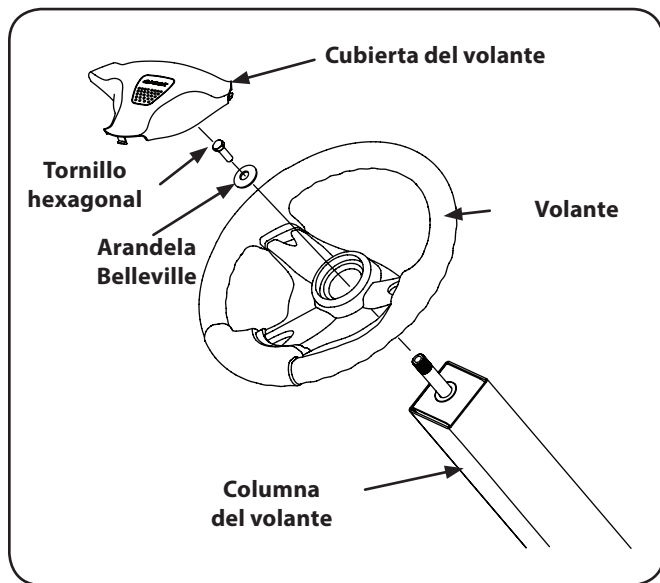

Figura 3-3
- Coloque la arandela plana y la arandela belleville por encima del volante y ajústela con el tornillo hexagonal. Consulte la Figura 3-3.